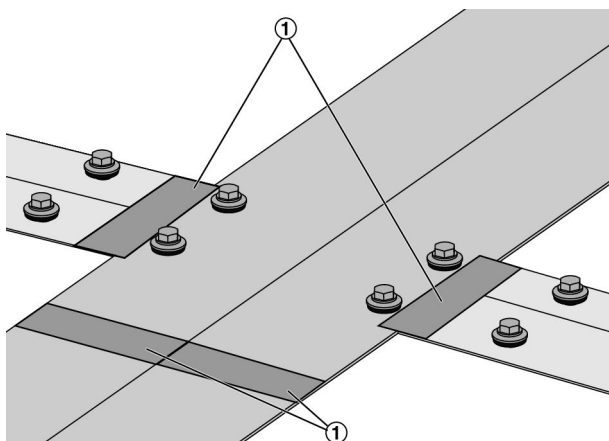

Fig. 20 : Sceller les joints
2. ▶ Sceller les joints (Fig. 20 /1) entre les bandes de protection et les bandes adhésives fournies (100 x 40 mm).